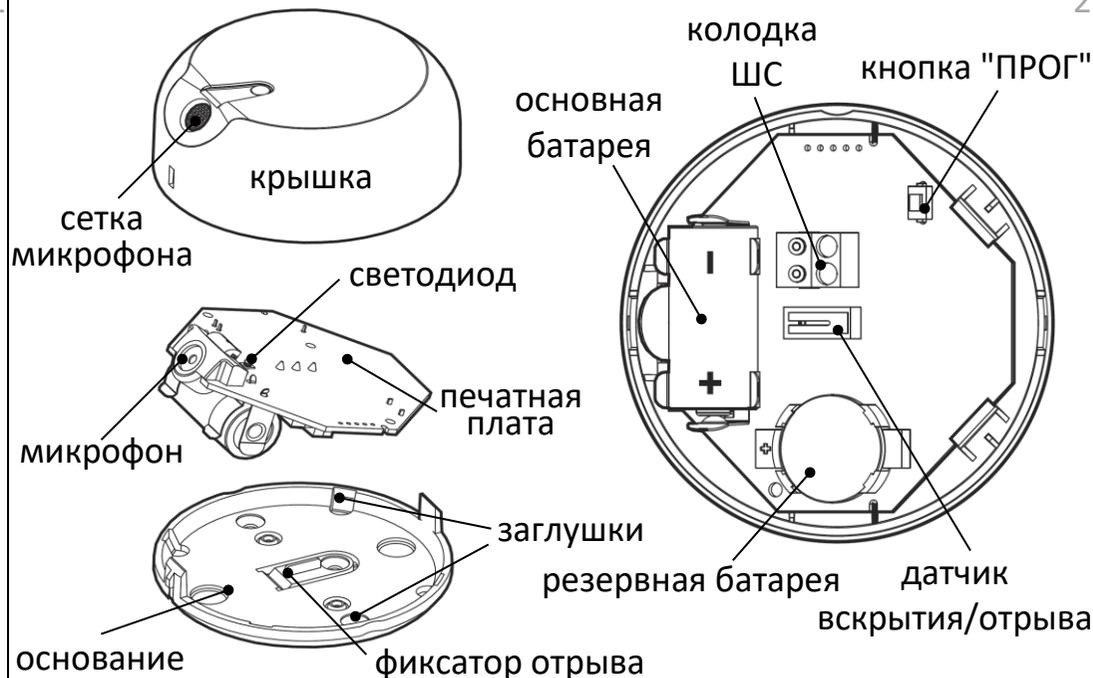
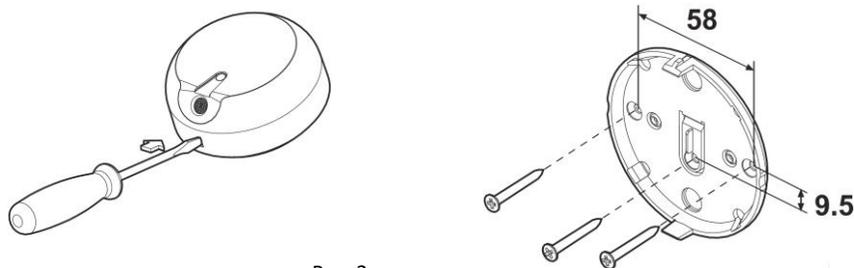

Рис. 1
Рис. 2
Извещатель конструктивно выполнен в виде одного блока (рис. 1) и состоит из основания с зацепами печатной платы с элементами и крышки с защитной сеткой микрофона. Крышка извещателя снимается вместе с платой, для этого необходимо вставить отвертку в паз крышки и нажать на зацеп (рис.2).
- Открыть крышку извещателя (рис.1, рис.2) и извлечь основную батарею.